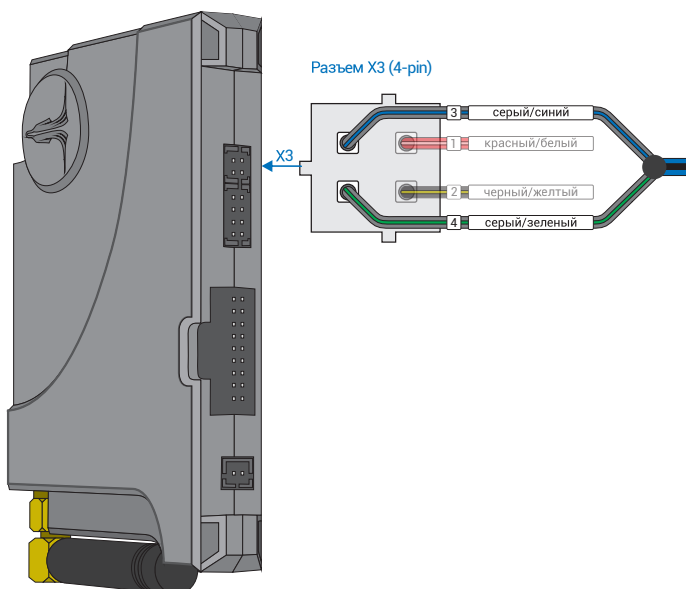
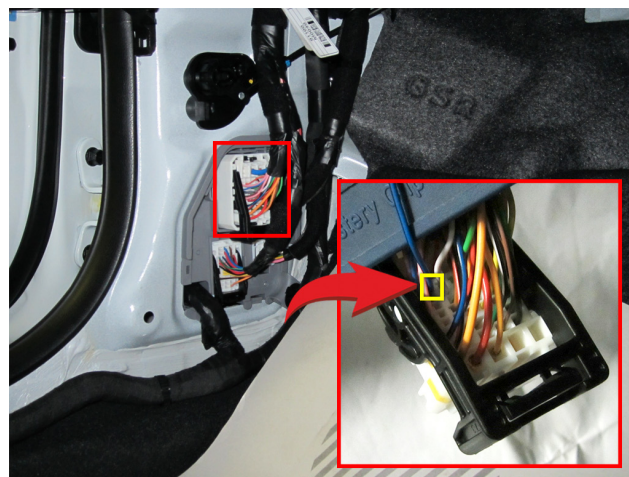

Рис.1 Призрак-8xx
Рис.2 Место подключения (синий/черный)
3. Объедините между собой серый/синий провод (контакт №3) и серый/зеленый провод (контакт №4), находящиеся в разъеме Х3 (см. рис.1). Подключите их к шине данных а/м: синий/черный провод (контакт №41) за левой кик панелью в белом разъеме (см. рис. 2).